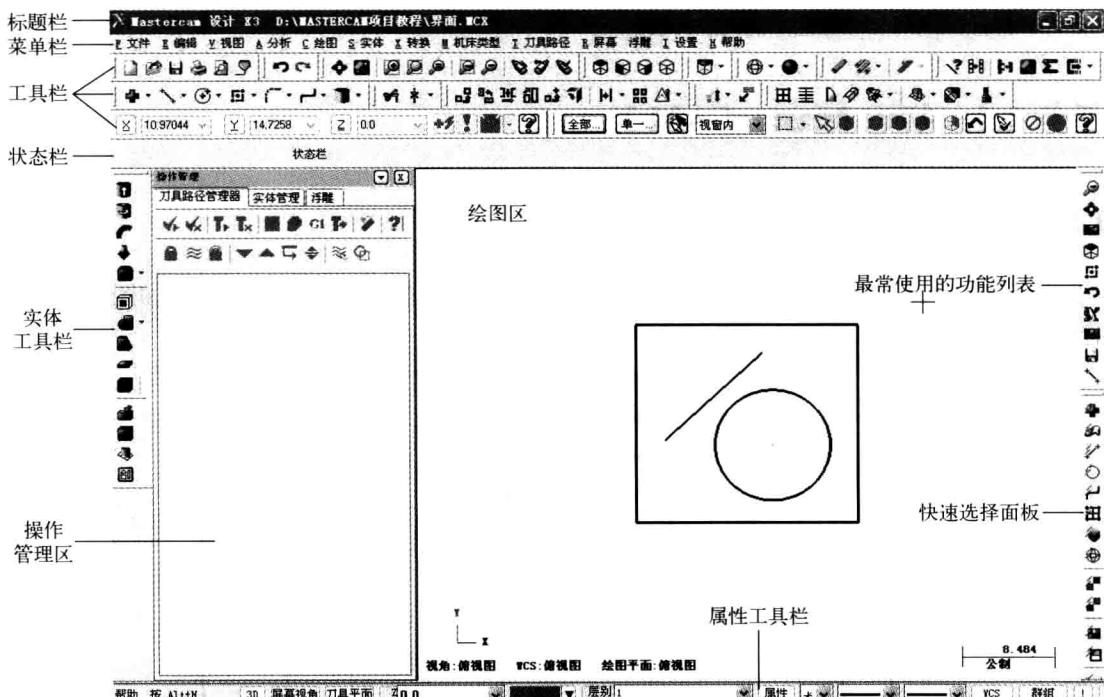

图 1-2 MasterCAM X 界面
- (1) 双击桌面上的图标，打开 MasterCAM X 界面，如图 1-2 所示。